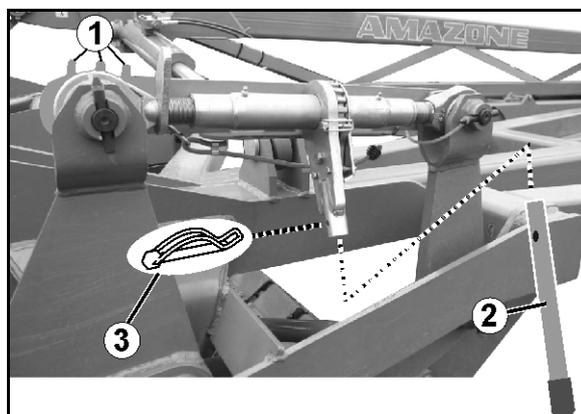

Рис. 46
При установке шпинделей на одну длину поможет шкала (Рис. 46/1).
2. Закрепите ручной рычаг (Рис. 46/2) пружинным фиксатором (Рис. 46/3) на храповом механизме (Рис. 46).